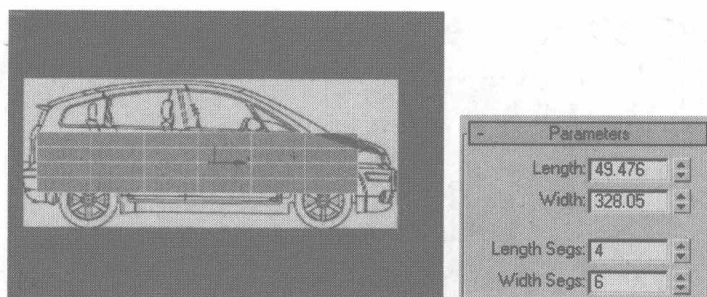

图 7.24
- 08** 单击 ，进入创建面板，单击  按钮，选择 **Standard Primitives** 类型，单击 **Plane** 按钮，在 Front 前视图中创建一个面片，在  修改面板中，设置面片的数值，如图 7.24 所示。